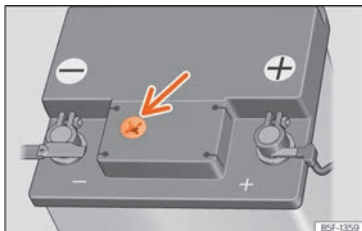

Abb. 213 Sichtfenster an der Oberseite der 12-Volt-Fahrzeugbatterie (Prinzipsdarstellung).
- Prüfen Sie die Farbanzeige im runden Sichtfenster an der Oberseite der Batterie » » » (**Abb. 213**).